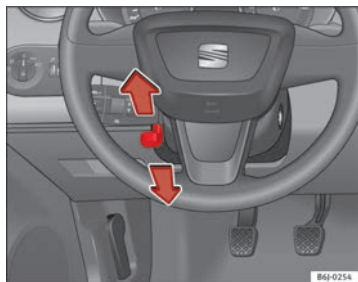

Fig. 96 Réglage en hauteur du volant
- Poussez le levier ⇒ fig. 96 situé sous la colonne de direction vers le bas ⇒ ⚠.
- Réglez le volant jusqu'à ce que vous obteniez la position souhaitée ⇒ fig. 96.
- Réglez le siège du conducteur ou le volant de sorte que la distance entre celui-ci et votre thorax soit au moins de 25 cm ⇒ fig. 96. Si vous ne respectez pas cette distance minimale, le système d'airbags sera dans l'incapacité de vous protéger – danger de mort !